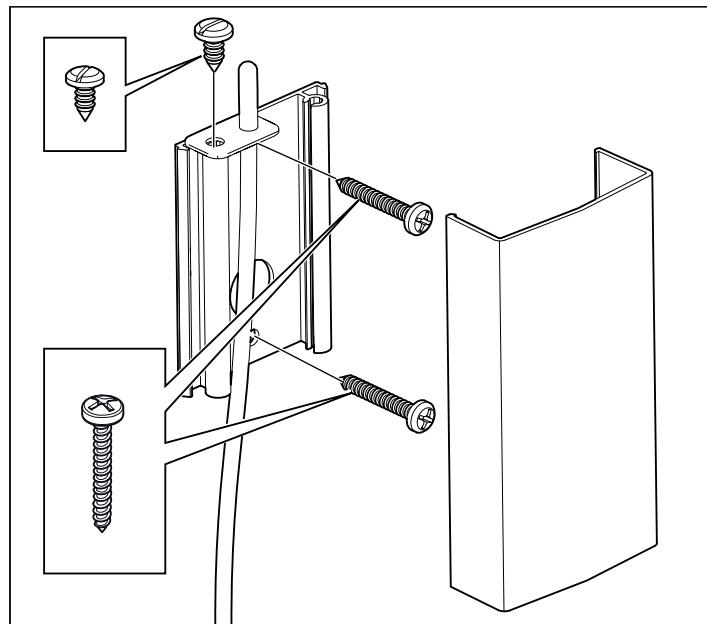
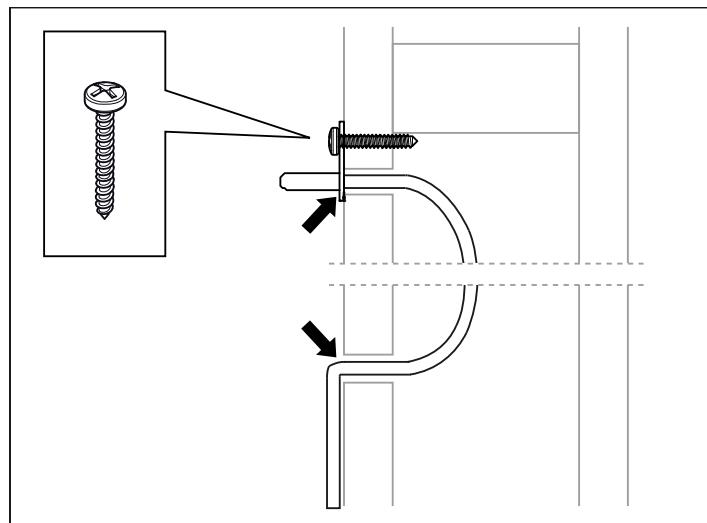

Abb. 9: Montage des Sensors
Abb. 10: Abdichten von ggf. gebohrten Löchern
8. Befestigen Sie den Sensor an der Wand, siehe Abb. 9. Die Thermistorleitung kann auch durch die Wand verlegt werden. Dichten Sie ggf. gebohrte Löcher in der Wand hinter dem Sensor ab, siehe Abb. 10. Die Thermistorleitung kann außerhalb der Sauna mit einer abgeschirmten zweiadrigten Schwachstromleitung verlängert werden.